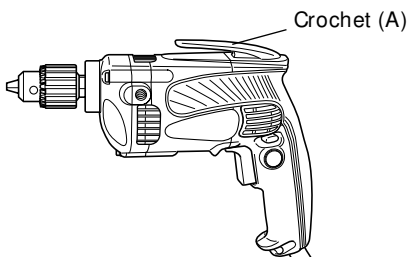

Fig. 13
- 11. Fixation du crochet (accessoire en option) (Fig. 13)